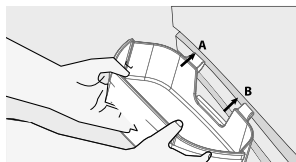

Figura 37
- Introduzca la guía de Anclaje "A" y "B" en el canal superior de la contrapuerta (Figura 37)